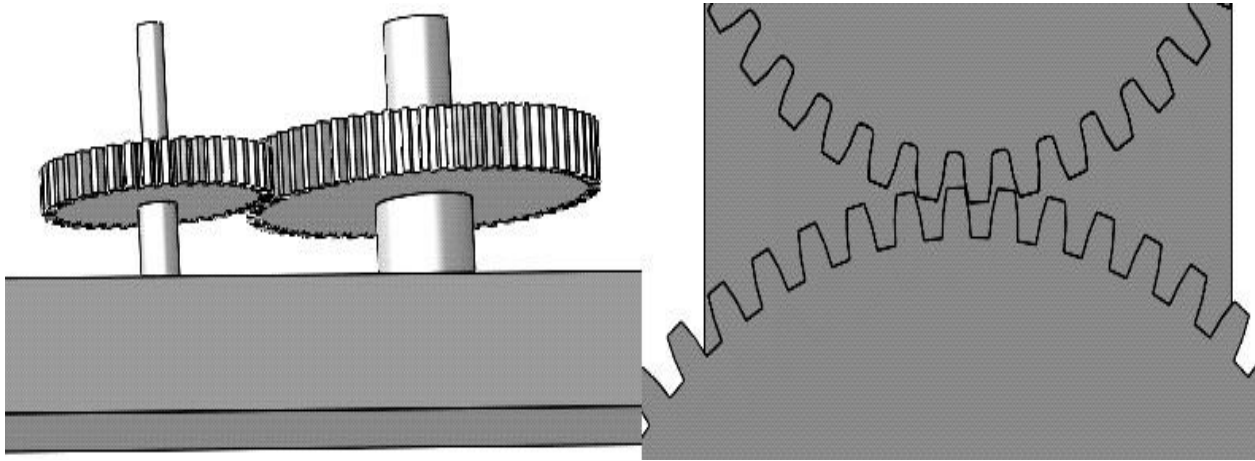

Рис. 6. Моделювання складальної одиниці
- торцеву поверхню зубчастого колеса (вигляд ззаду) і торцеву поверхню упорної площини на валу (для кожного колеса) (рис. 6).